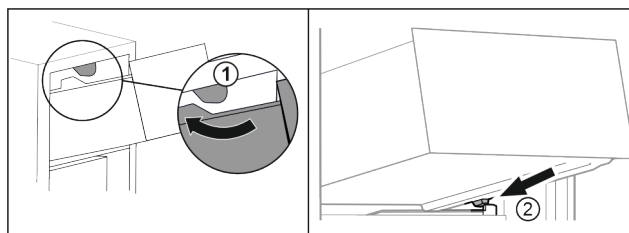

Fig. 83
- ▶ Vedte zásuvku podél horních zářezek. Fig. 83 (1)
- ▶ Nasadte zásuvku šikmo za dolní zářezky na žebrovaní na nádoby. Fig. 83 (2)